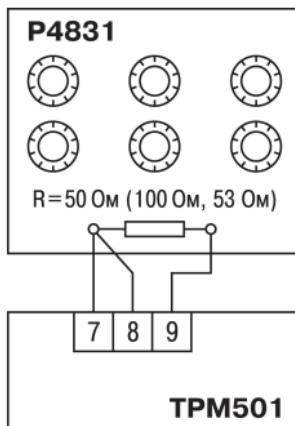

Рисунок 8.1 – Схема подключения
1. Подключить ко входу (клещи 7 – 9, см. *рисунок 8.1*) прибора вместо датчика магазин сопротивлений типа Р4831 (или подобный ему с классом точности не ниже 0,05) по трехпроводной линии.